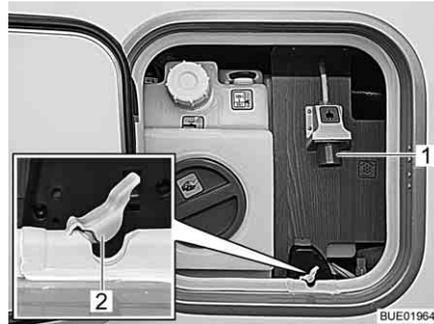

Bild 170 230-V-Anschluss am Fahrzeug
- Abdichtung (Bild 170,2) der Kabeldurchführung öffnen.
- Steckkupplung am 230-V-Anschluss (Bild 170,1) des Fahrzeugs einstecken.
- Am Anschluss (Bild 170,1) des Fahrzeugs Steckkupplung ziehen und Anschlusskabel entfernen.
- Abdichtung (Bild 170,2) der Kabeldurchführung in die Aussparung der Serviceklappendichtung drücken.